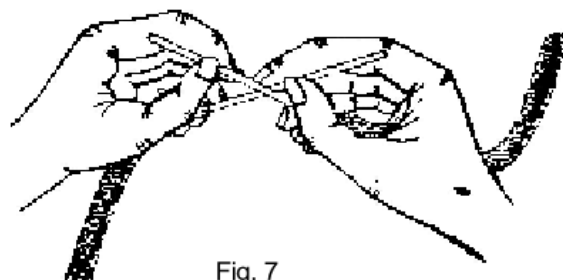

Fig. 7
b) Enrole o condutor com as mãos sobre o outro e em seguida, use o alicate universal, mantendo as espiras uma ao lado da outra no mínimo 6 espiras. (Fig.7).
c) Aperte com outro alicate as espiras e arremate à última. (Fig.7).